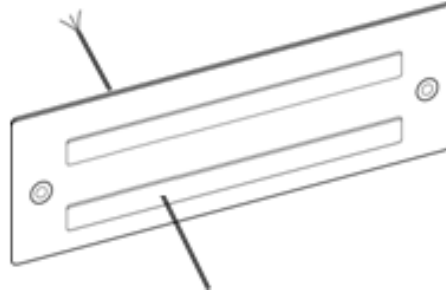

图10 一根线缆穿过接线端子保护罩示意图
- a. 将准备好的输出线缆一端穿过功放接线端子保护罩。如图 10 所示是将一根线缆穿过接线端子保护罩。